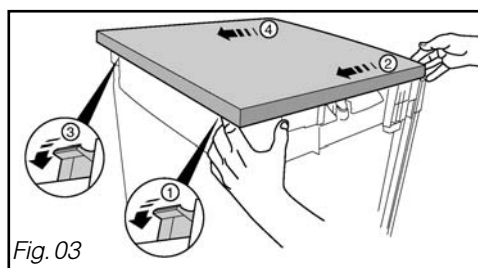

Fig. 03
- Démontez le plateau supérieur en déclippant à l'arrière de l'appareil puis pousser quelques cm pour déplacer (Fig. 03).
- Dégagez, en soulevant, le plateau supérieur de votre lave-vaisselle (Fig. 03).